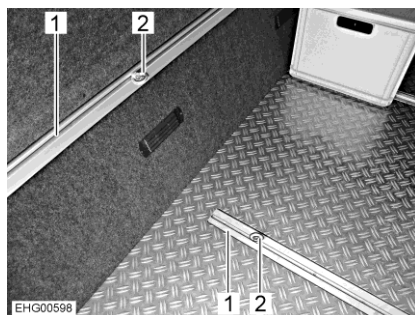

Bild 3 Surringsögla (bakre lastutrymme)
- Vrid surrningsöglan (Bild 3,2) ett halvt varv moturs. Du kan flytta surrningsöglan (Bild 4) nu.
- Skjut surrningsöglan till önskat läge i surrningsskenan (Bild 3,1).